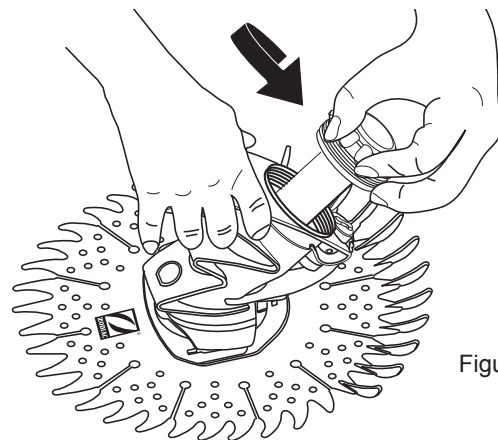
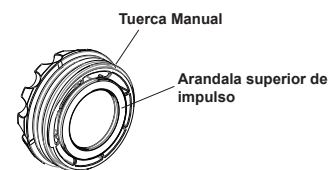

Figura 2
Figura 3
1. Desenrosque la tuerca manual (ver Figura 2) y la arandala. Las ponga a un lado. La arandala está diseñado para permanecer dentro de la tuerca manual separarse como una unidad singular (ver Figura 3).